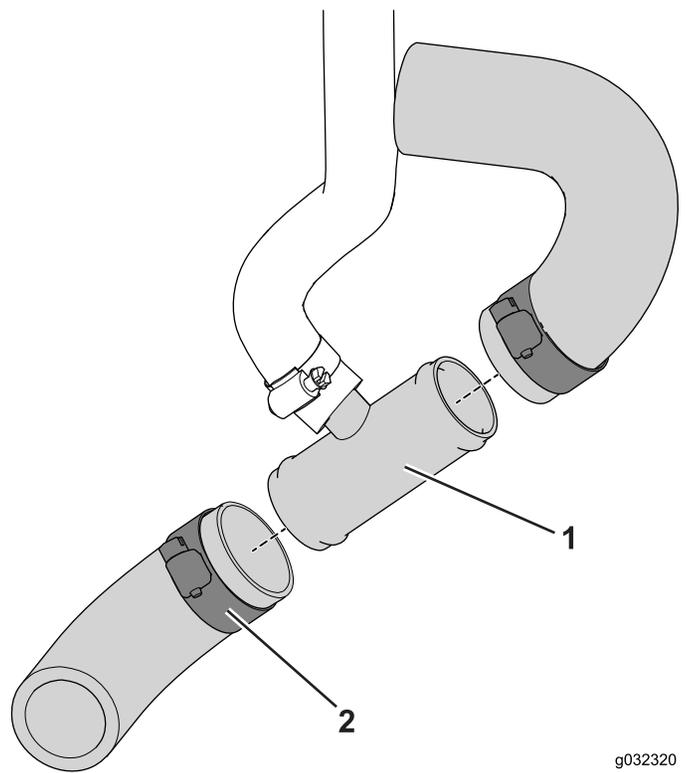

Figura 13
3. Fate scorrere le estremità tagliate sul raccordo a T e fissatelo utilizzando la fascetta stringitubo (da $\frac{3}{4}$ " a $1\frac{1}{2}$ "), come illustrato nella Figura 13.